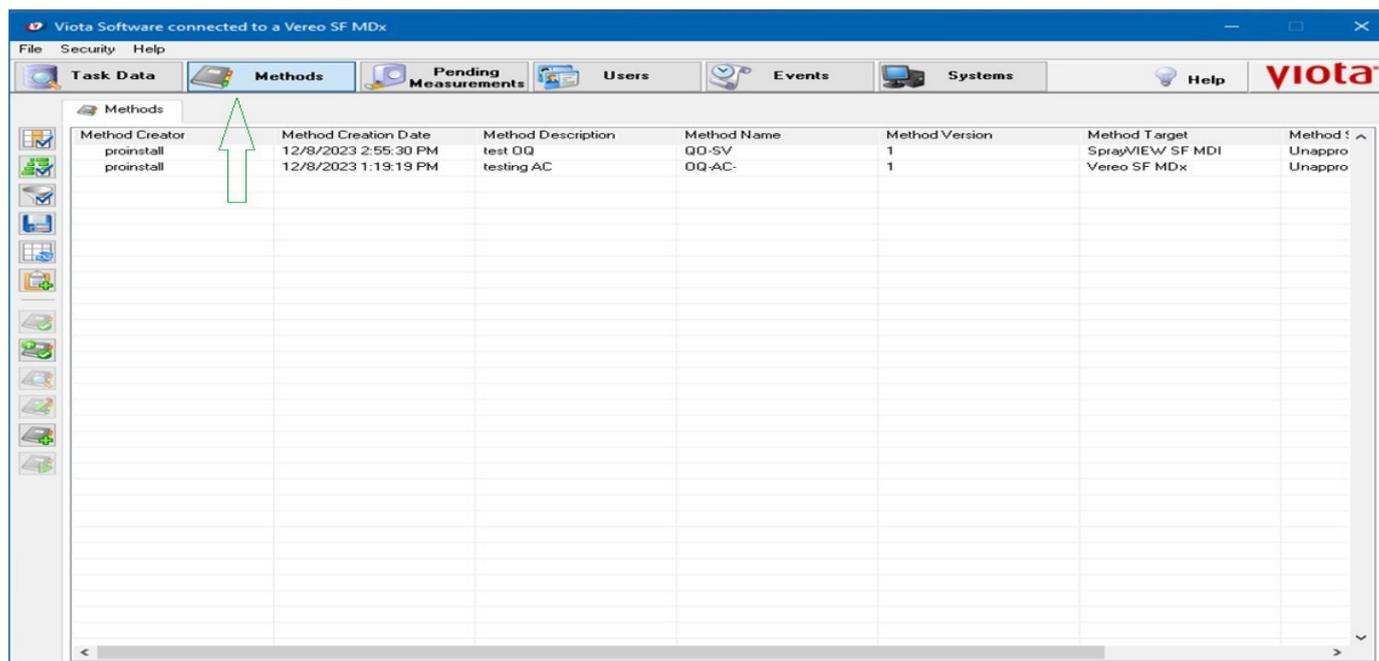

Figura 14. Página de métodos software Viota.
- a) Selecione a opção métodos (*Methods*) a página aberta estará conforme Figura 14.